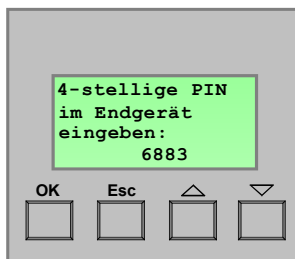

Bild 14: 4-stellige Zufalls-PIN
11. An dieser Stelle wird der Benutzer dazu aufgefordert, die am Gateway abgebildete 4-stellige Zufallszahl am Endgerät einzutragen. Diese PIN wird für jeden Einlernvorgang neu erzeugt und ist immer unterschiedlich (vgl. Bild 14).